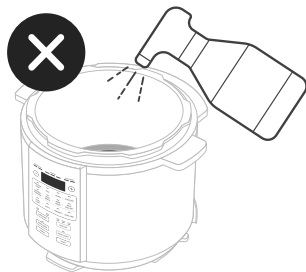

Figure 10.1
- **Ne pulvérisez pas** d'eau à l'intérieur de l'autocuiseur. **[Figure 10.1]**